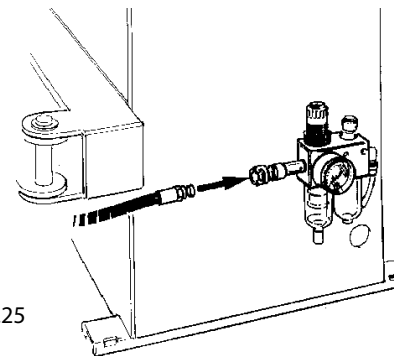

fig.25
- Collegare la pistola di gonfiaggio sul raccordo posto a sinistra del filtro aria (ved.fig.25).
- Collegare la presa aria compressa sul raccordo posto tra il lubrificatore ed il filtro aria (fig.25).
- Connect the inflation gun to the connector located to the left of the air filter (fig.25).
- Connect the compressed air to the connector positioned between the lubricator and the air filter (fig.25).
- Accoupler le pistolet de gonflage sur le raccord placé à gauche du filtre air (voir fig.25);
- Accoupler la prise d'air comprimé sur le raccord placé entre le graisseur et le filtre air (fig. 25).
- Die Luftpumpfpistole am Verbindungsstück anschließen, das sich linkerhand vom Luftfilter befindet (siehe Abb. 25).
- Die Preßluftzuführung an das Verbindungsstück anschließen, das sich zwischen Schmierer und Luftfilter befindet (Abb. 25).
- Conecte la pistola de hinchamiento a la unión colocada a la izquierda del filtro del aire (vea fig. 25).
- Conecte la toma del aire comprimido a la unión colocada entre el lubricador y el filtro del aire (vea fig. 25).